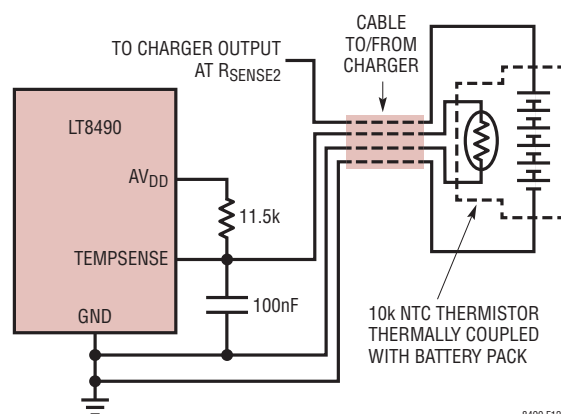

図12. バッテリー温度検出回路
LT8490は、バッテリー・パックに熱的に結合したNTC(負温度係数)サーミスタを使用して、バッテリー温度を測定できます。温度モニタ機能をイネーブルするには、10kΩ、 $B = 3380$ のNTCサーミスタをTEMPSENSEピンとグラウンドの間に接続し、(図12に示すように)11.5kΩの(許容誤差1%以内の)抵抗を AV_{DD} とTEMPSENSEの間に接続します。バッテリー温度モニタが必要ない場合は、サーミスタの代わりに10kΩの抵抗を使用してください。こうすると、バッテリーが常に25°CであるとLT8490に示すことになります。
3. バッテリーの取り外し検出: LT8490では、TEMPSENSEピンの電圧をモニタすることにより、バッテリーおよびサーミスタがチャージャから取り外されたかどうかを検出します。バッテリーへの接続が切断されると、図12の矢印で示すようにサーミスタへの接続も切断されるので、TEMPSENSEの電圧は11.5kΩの抵抗を介してAV_{DD}の電圧まで上昇します。バッテリーが存在しない時間の間、LT8490は充電を停止します。バッテリー(に加えて一体型のサーミスタまたは抵抗)がTEMPSENSEピンを介して検出されると、チャージャはステージ0で充電を自動的に再開します。